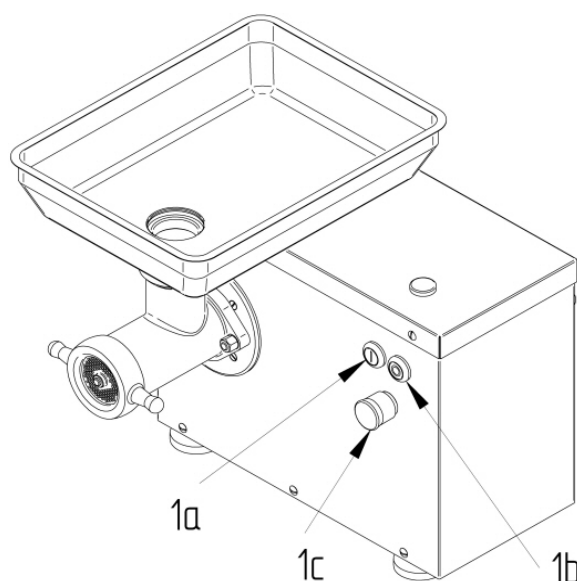

Рисунок 1
В модели LM-32/P и LM-98/P кнопка пуск/стоп, а также аварийная кнопка остановки расположены на передней панели мясорубки (Рисунок 1: № 1a, 1b, 1c). Кнопка Пуск снабжена выключателем низкого напряжения для предотвращения непроизвольного включения машины после остановки машины из-за отключения электричества.
1. **ОСТАНОВИТЕ** машину нажав на черную кнопку Стоп (Рисунок 1, № 1b).
При условии, что все требования, указанные в разделе 5.1.2 соблюдены, мясорубка включается нажатием на белую кнопку Пуск (Рисунок 1, № 1a).
Мясорубка может быть остановлена нажатием на черную кнопку Стоп. (Рисунок 1, № 1b) или **в случае крайней необходимости** нажатием на **КНОПКУ АВАРИЙНОЙ ОСТАНОВКИ** (Рисунок 1, № 1c). Машина также снабжена выключателем низкого напряжения для предотвращения непроизвольного включения машины после остановки машины из-за временного отключения электричества.